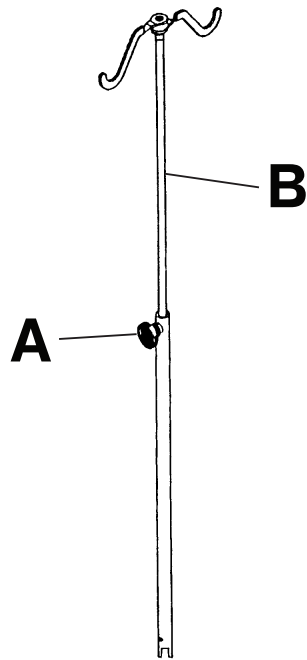

Figure 15 – Support de perfusion amovible
2. Pour élever la hauteur du support, tourner le bouton (A) dans le sens antihoraire et tirer la partie télescopique (B) du support vers le haut (Figure 15).
3. Tourner le bouton (A) dans le sens horaire pour serrer la partie télescopique (B) en place.
4. Pour abaisser la hauteur du support, tourner le bouton (A) dans le sens antihoraire et abaisser la partie télescopique (B) du support dans le tube du bas.